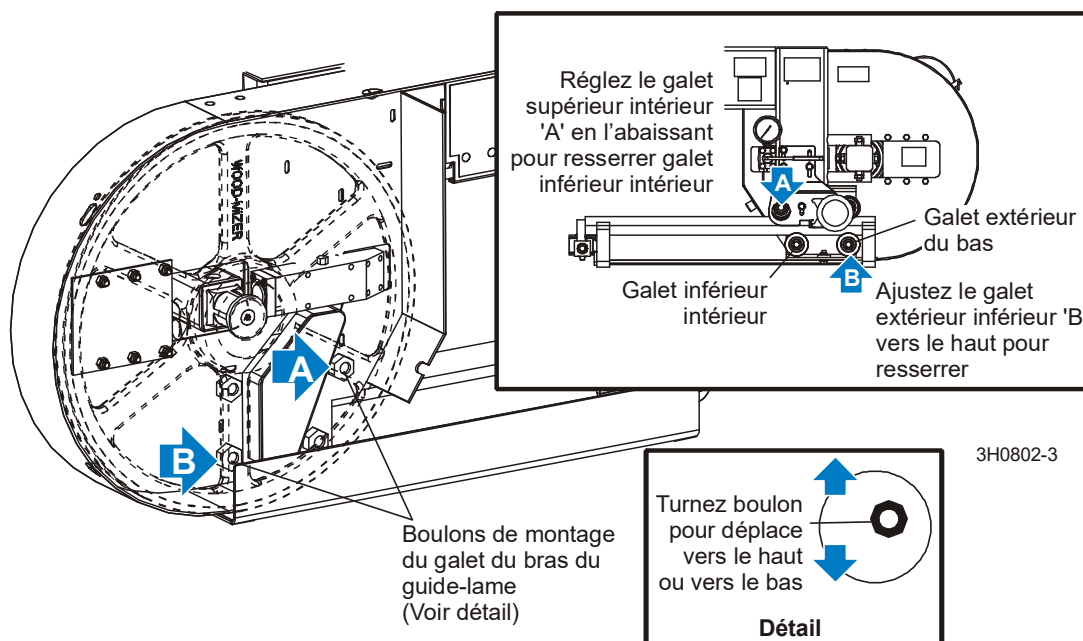

FIG. 7-31
**Voir Figure 7-31.** Enlevez le carter de protection de la lame pour avoir accès aux boulons de montage du galet du bras du guide-lame. Les galets du bras du guide-lame sont montés sur des boulons en forme de came. En tournant les boulons, chaque galet se déplace vers le haut ou vers le bas. Si le galet inférieur intérieur est desserré, réglez le galet supérieur intérieur en l'abaissant. Si le galet extérieur du bas est lâche, ajustez le galet extérieur inférieur vers le haut. Resserrez les contre-écrous et vérifiez que les galets du bas sont bien serrés.